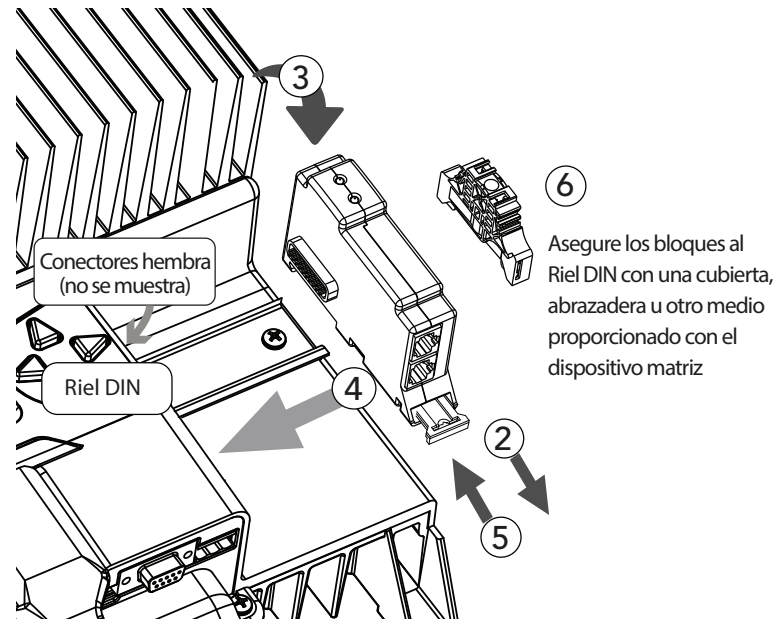

Figura 3-1. Montaje del Bloque BMS en el dispositivo matriz
Los ReadyBlocks de Morningstar (ReadyShunt, ReadyRelay, ReadyBMS) se montan en rieles DIN y tienen conectores modulares de 20 pines en cada lado del Bloque. El conector macho del lado izquierdo se acopla a la placa de control del dispositivo matriz, mientras que el conector hembra del lado derecho está disponible para acoplarse a otro ReadyBlock (configuración en cadena - consulte la Figura 3-1 que aparece más adelante). Cada ReadyBlock ocupa una de las (3) posiciones en el Riel DIN GenStar, siendo la Posición 1 la que está más a la izquierda.
**Para instalar un ReadyBMS** (consulte la Figura 3-1 que aparece más adelante):